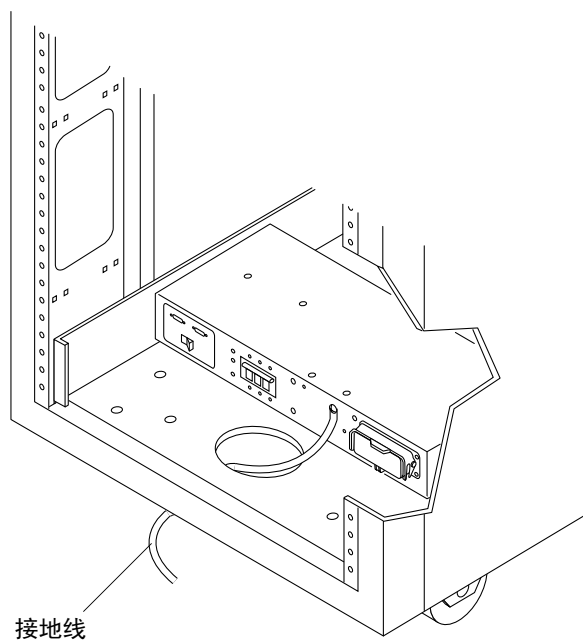

图 3-5 将接地线连接到前面的电源序列发生器上
3. 将接地线的另一端固定到扩充机柜前面的电源序列发生器上（图 3-5）。